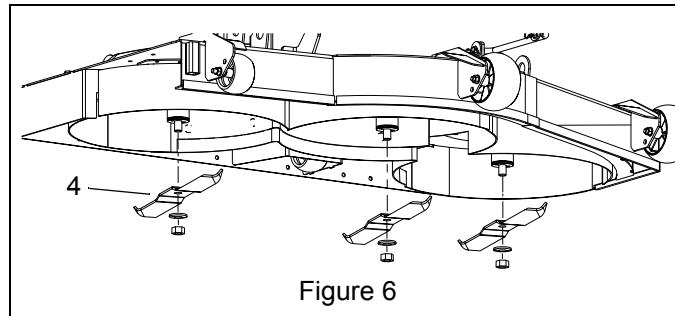

Figure 6
- Monter les lames à paillis (élément 4) avec les rondelles et les vis retirées auparavant. Serrer les écrous de lame de 5/8" au couple 136 N·m – 163 N·m (100 lb-ft – 120 lb-ft). Voir Figure 6.